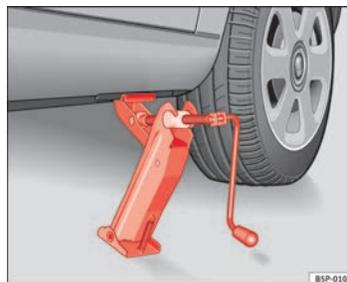

Fig. 180 Colocación del gato
- Posicione el gato de modo que su garra envuelva el nervio del larguero inferior y que la placa base móvil se apoye plana sobre el suelo ⇒ fig. 180.